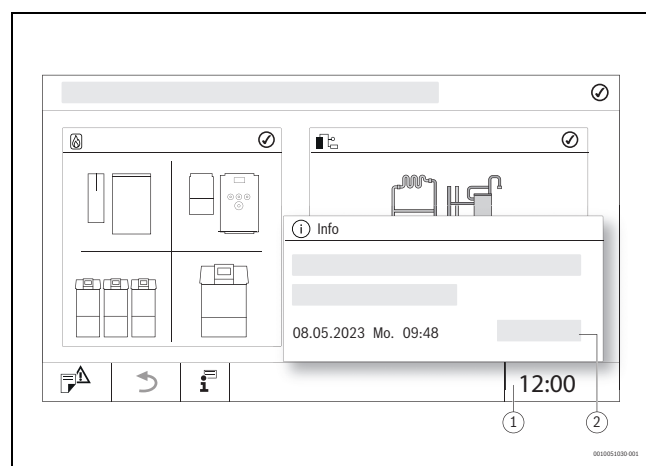

Fig. 14 Convertir l'heure du système
- Effleurer l'heure (→ fig. 14, [1]).
- Effleurer **Enregistrer** (→ fig. 14, [2]).